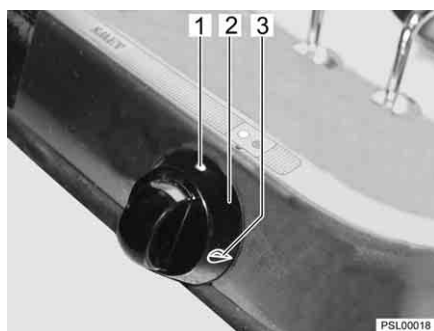

Fig. 48 Boutons de commande pour le réchaud à gaz
- Mettre le bouton tournant (Fig. 48,2) de la source de chauffe souhaitée sur grande flamme "▲" (Fig. 48,3), appuyer dessus, et le maintenir enfoncé. Le gaz s'écoule vers le brûleur.
- Tourner le bouton tournant sur la position "0" (Fig. 48,1). La flamme s'éteint.